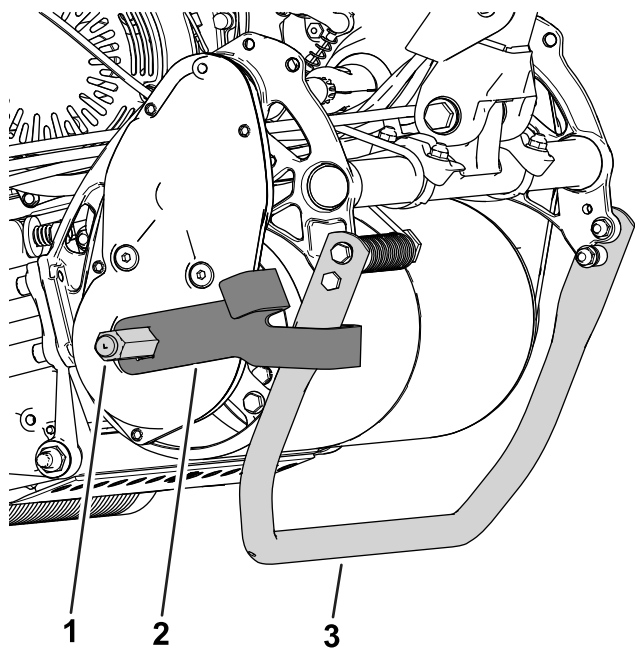

Figura 10
- **Tamburo impostato in posizione SUPERIORE:** fate scorrere la staffa sull'albero con la punta più lunga rivolta verso la macchina (come illustrato nella Figura 10).